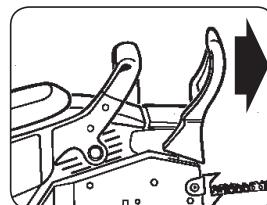

Рис. 5B
2. Тормоз цепи приведен в действие (цепь остановилась), когда рычаг тормоза направлен вперед. Вам не должно удастся переместить цепь (Рис. 5B).